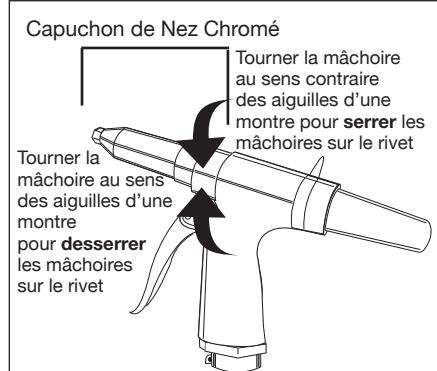

Figure 2
1. Tenir le pistolet à rivets avec le nez dirigé à l'écart de soi-même. Enlever le capuchon de nez chromé (Voir Figure 2).
3. Tourner la mâchoire au sens contraire des aiguilles d'une montre pour de serrer les mâchoires sur le rivet. Tourner au sens des aiguilles d'une montre pour desserrer les mâchoires sur le rivet (Voir Figure 2).